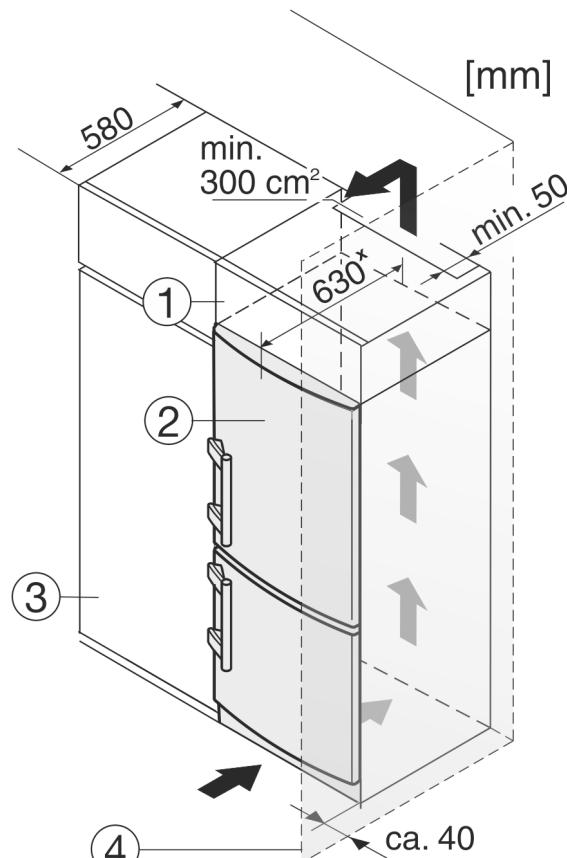

Fig. 9
Уредът може да е обграден с кухненски шкафове. За да изравнят височината на уреда Fig. 9 (2) с височината на вградената кухня, над уреда може да се постави шкаф-пристройка Fig. 9 (1).
При обграждане с кухненски шкафове (дълбочина макс. 580 mm) уредът може да се постави непосредствено до кухненския шкаф Fig. 9 (3). Отстрани уредът е издаден на 34 mm \*, а в средата на уреда – на 50 mm \* спрямо челото на кухненския шкаф.
Когато уредът се поставя с пантите до стена Fig. 9 (4), разстоянието между уреда и стената трябва да е поне 40 mm. Това отговаря на разстоянието, с което дръжките стърчат при отворена врата.